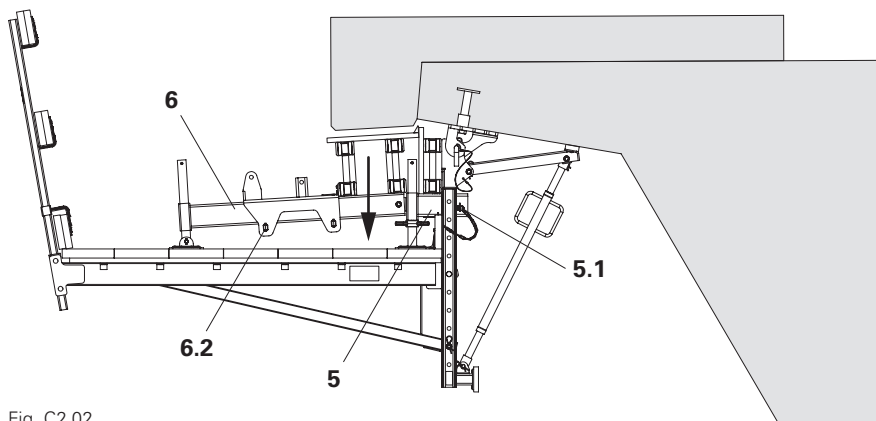

Fig. C2.02
1. Liberare il cuneo (5.1) dell'attacco cassaforma-2 VGK (5) e i cunei (6.2) della trave per cassaforma VGK (6).
2. Ruotare verso il basso l'albero finché la cassaforma di fondo si distacca dal cordolo. (Fig. C2.02)